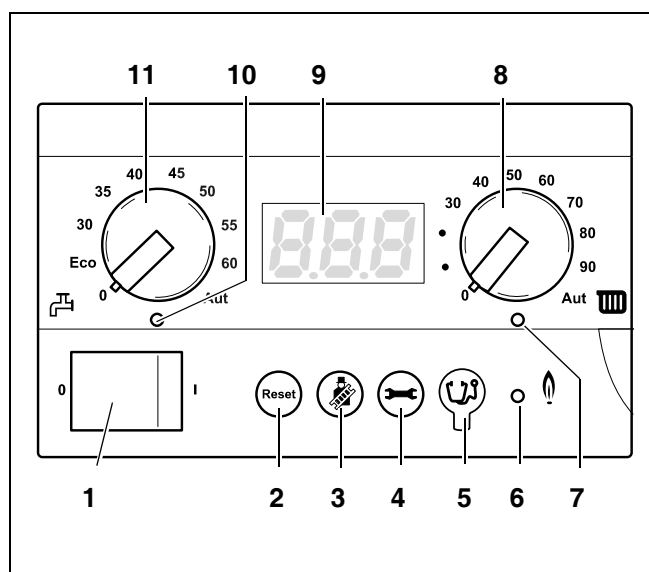

Fig. 4 Contrôleur de base BC10
L'interrupteur principal (fig. 4, **pos. 1**) permet d'enclencher et d'arrêter la chaudière.
En cas de panne, il peut s'avérer nécessaire de redémarrer la chaudière à l'aide de la touche "Reset" (fig. 4, **pos. 2**).